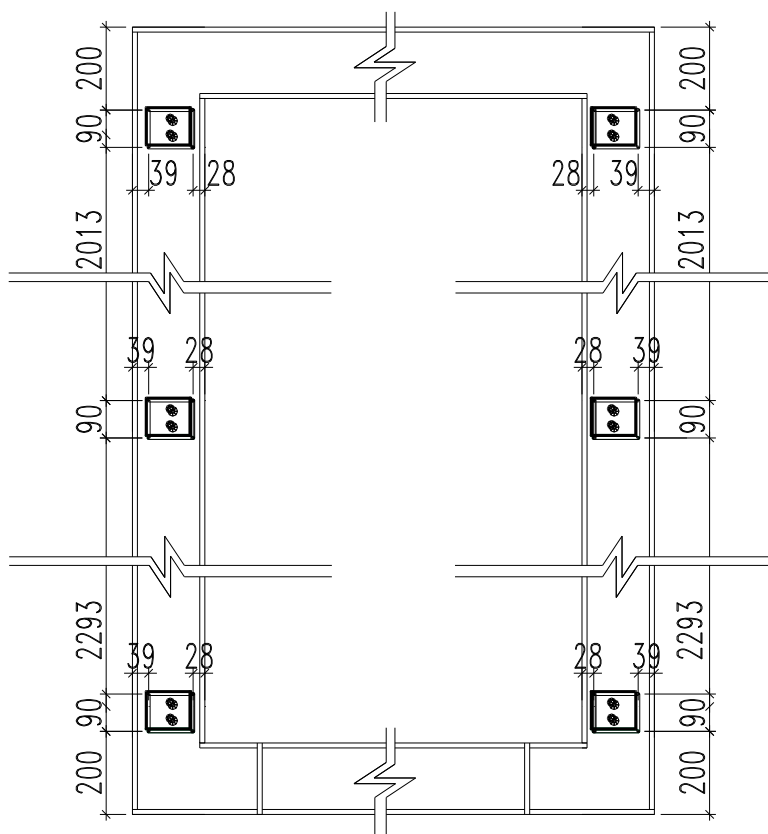

рис. 8 – Схема крепления уголков к фундаменту.
- 2) Закрепите крепежные уголки (105x90x2) согласно рис. 8, рис.14. Внутренний угол уголка – внутрь. Уголки крепить к фундаменту клиновыми анкерами SKA 6/15 по 2 шт. на уголок.